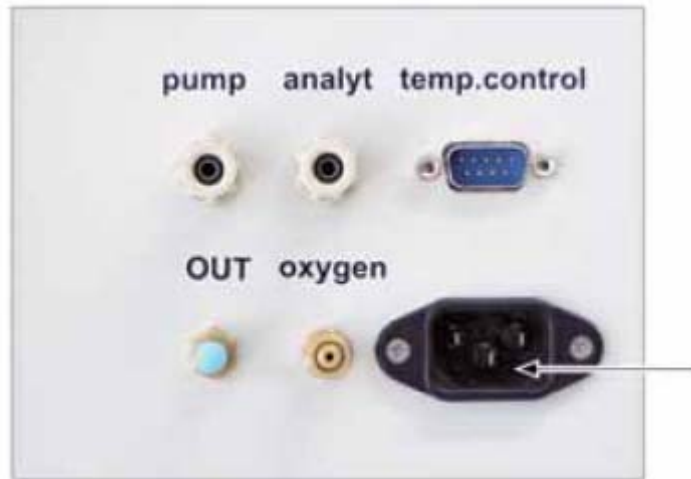

图 119 电源插头（箭头所指示）
17. 用保护袋包住氧气管的开口端，用胶带紧紧粘上。（见图 119）
1. 将电源线插入固体测定模块背后的插座里（见图 119）。